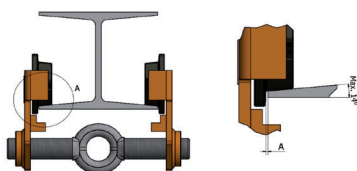

Fig. 9
- ⚠ L'inclinazione massima della flangia della trave non deve superare i 14° (vedi fig.9).
- ⚠ Il traferro tra la corona del rullo di scorrimento e la flangia della trave deve corrispondere a  $1,0 \div 2,5$  mm (quota A Fig.9).